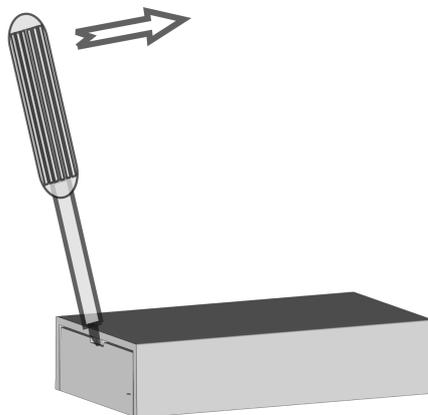

Figura 1: Aprire l'alloggiamento
- Aprire l'alloggiamento facendolo scorrere ai lati. Inserire quindi un cacciavite sottile a taglio nella scanalatura di apertura(Figura 1) e fare leva affinché le due sicure siano sbloccate.